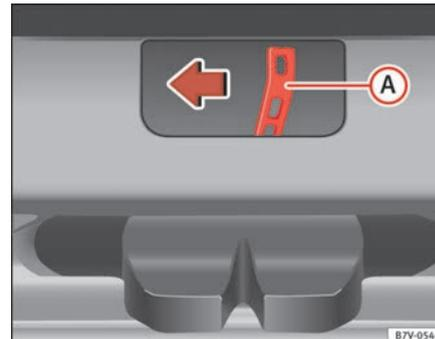

Abb. 201 Vom Gepäckraum aus: Heckklappe notentriegeln.
- Entriegelungshebel \Rightarrow Seite 364, Abb. 201 **A** in Pfeilrichtung drücken, um die Heckklappe zu entriegeln.